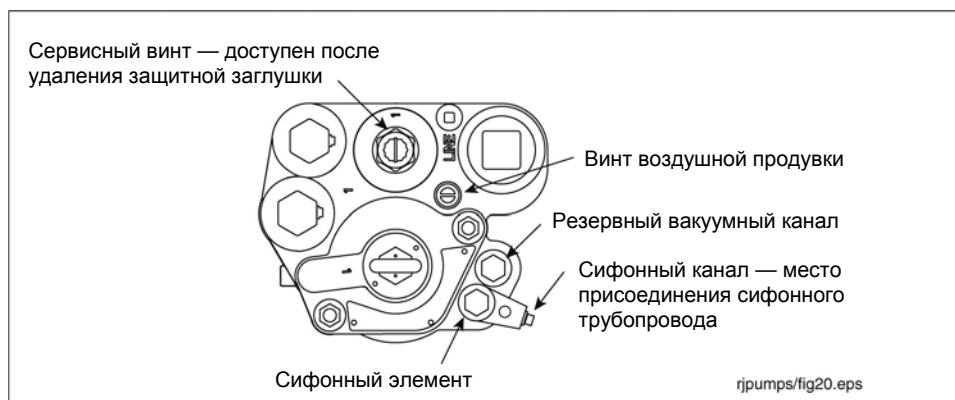

Рисунок 19. Присоединение сифонной линии
Сифонный канал для ПТН Red Jacket представляет собой сифонный узел, устанавливаемый в один из вакуумных каналов (см. рисунок 19). Ослабив верхнюю шестигранную головку, выход канала можно повернуть для соединения со входящей сифонной трубкой. Установив сифонный узел в нужное положение, затяните его с усилием 15–30 футо-фунтов (20–41 Н·м).
2. Поверните винт воздушной продувки на 2–3 оборота против часовой стрелки (см. рисунок 19).